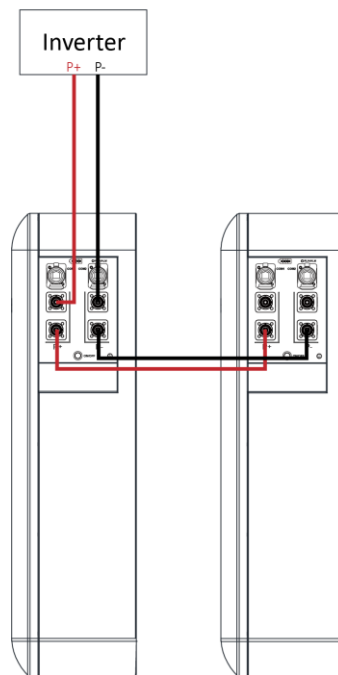

Abbildung 11. Anschließen der Stromkabel (Batterie=2)
2. Das Netzkabel sollte entsprechend dem Leistungswert des Wechselrichters angeschlossen werden. Wenn mehrere Batterien parallel verwendet werden, sollten die Stromkabel entsprechend dem Verdrahtungsmodus in Abbildung 11~13 angeschlossen werden.